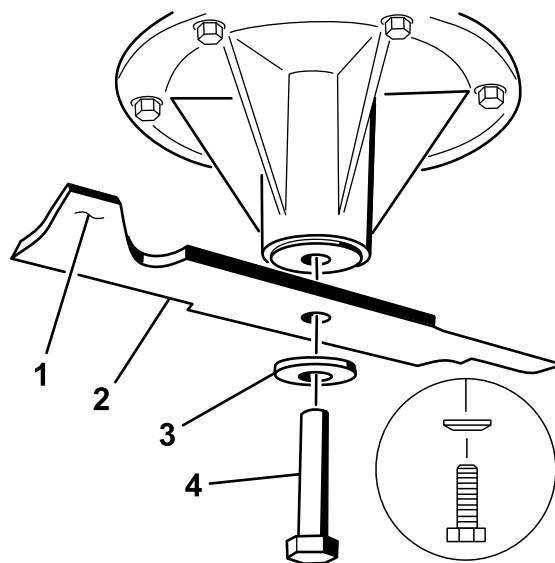

Figure 101
2. Enlevez de l'axe, le boulon, la rondelle bombée et la lame (Figure 101).
3. Si la lame est déséquilibrée, limez un peu l'extrémité de la partie relevée seulement (Figure 101).